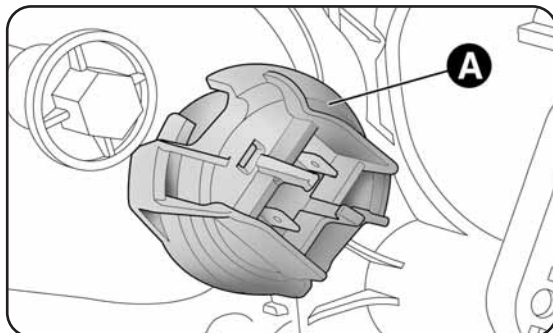

fig. 24
- enlever le couvercle A-fig. 24 de protection de l'ampoule;